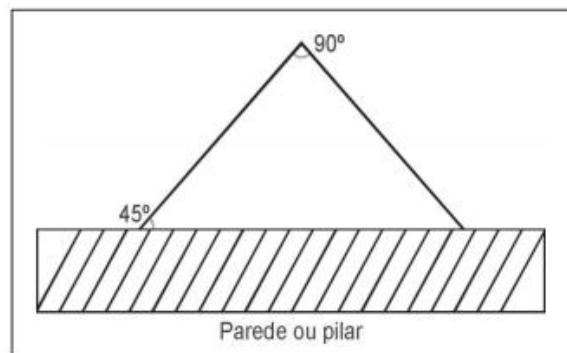

Figura 1: Instalação de placa angular
6.5.4.2. As placas utilizadas na sinalização podem ser do tipo plana ou angular; quando angular, devem seguir as especificações conforme demonstrado na Figura 1, a seguir: